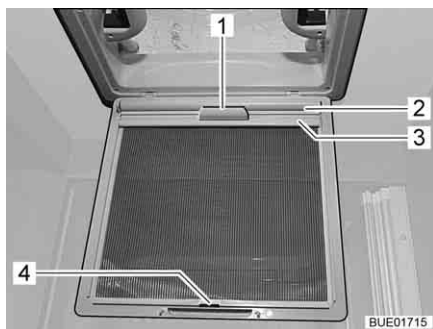

Fig. 26 Oscurante a rullo (oblò)
- Tirare l'oscurante a rullo (Fig. 26,2) utilizzando la maniglia (Fig. 26,1) e agganciare il listello di supporto (Fig. 26,3) ai ganci (Fig. 26,4) sulla protezione contro gli insetti.
- Staccare il listello di supporto (Fig. 26,3) dai ganci (Fig. 26,4) e ricondurre lentamente l'oscurante a rullo (Fig. 26,2) utilizzando la maniglia (Fig. 26,1).